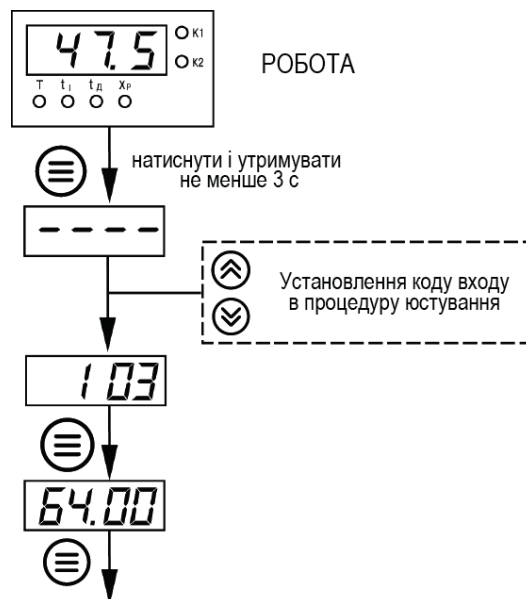

Рисунок 8.4 – Послідовність роботи під час юстування
- 3 Подати живлення на пристрій. Не менше ніж через 15...20 секунд провести юстування пристрою, виконавши дії в послідовності, що вказана на рисунок 8.4.